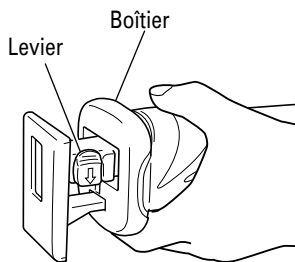

Fig. 5
- Actionner la gâchette plusieurs fois de suite de façon que le levier sorte complètement du logement. Ensuite, couper l'interrupteur et sortir la batterie. (Fig. 5.)
- (1) Actionner la gâchette plusieurs fois de suite de façon que le levier sorte complètement du couvercle avant. Ensuite, couper l'interrupteur et sortir la batterie. (Fig. 5.)